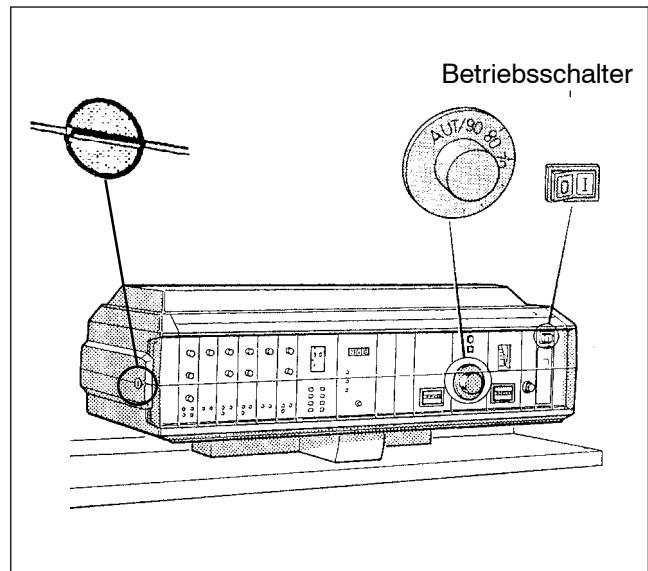

Abb. 52
- Schraubenschlitz der Klarsichtabdeckung des Regelgerätes (Abb. 52) in waagerechte Stellung bringen, z.B. mit einer Münze. Klarsichtabdeckung nach vorne abnehmen.
- Betriebsschalter (Abb. 52) am Regelgerät in die Stellung 0 stellen.